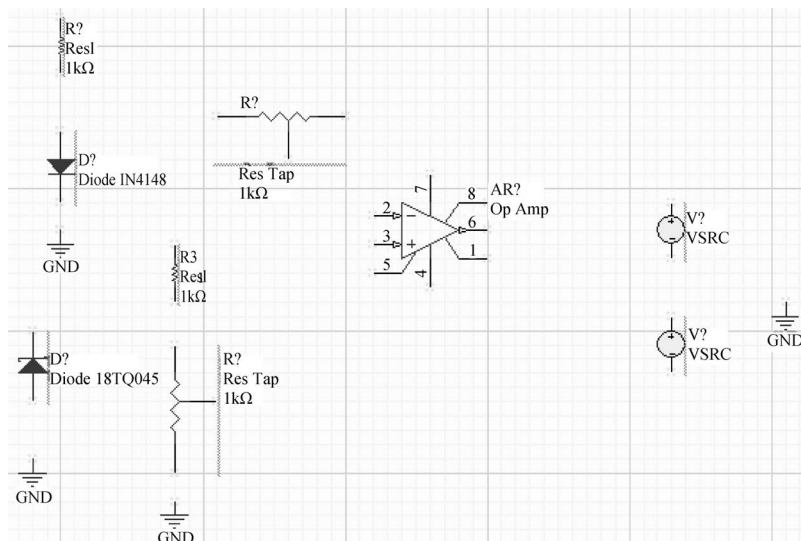

图 3-58 放置元件和信号源
可变电阻、名称为 Diode IN4148 的二极管、名称为 Diode 18TQ045 的二极管、名称为 Op Amp 的运算放大器,并将其按照图 3-58 所示的位置进行放置。
(2) 从 Simulation Sources.IntLib 库中找到名称为 VSRC 的元器件,并按照图 3-58 所示的位置进行放置。
(3) 单击 AD 软件主界面下工具栏内的  按钮,将 GND 按照图 3-58 所示的位置进行放置。